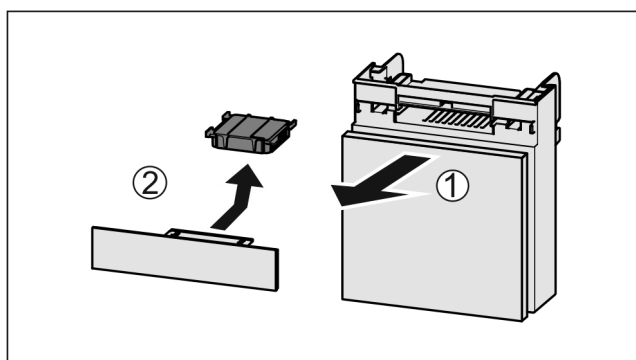

Fig. 157
- ▶ Vytiahnite zásuvku smerom dopredu Fig. 157 (1).
- ▶ Vyberte aktívny uhlíkový filter Fig. 157 (2).